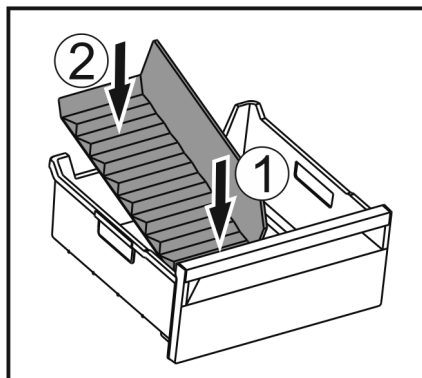

Fig. 169
- ▶ Установите переднюю часть разделителя отделения для льда. Fig. 169 (1)
- ▶ Опустите заднюю часть разделителя отделения для льда на дно выдвижного ящика. Fig. 169 (2)